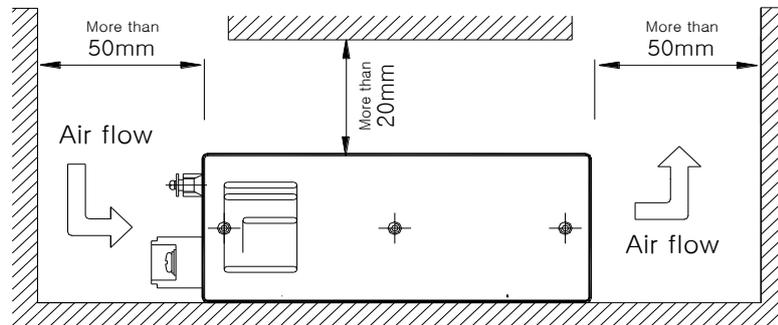

Fig 6. 응용 실장법
- o 통풍을 고려하여 Fig.6과 배치를 검토하여 주십시오.